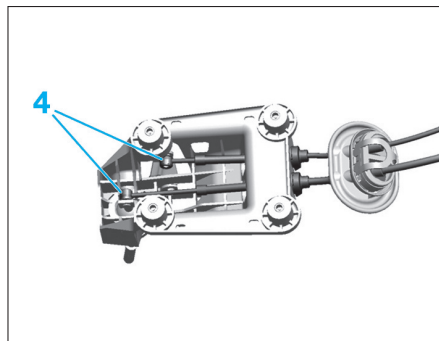

Fig. 15
- Dégager le joint d'étanchéité (2).
- Déposer les écrous (3).
- Décliper les rotules (4) à l'aide de l'outil [1] (Fig.15).